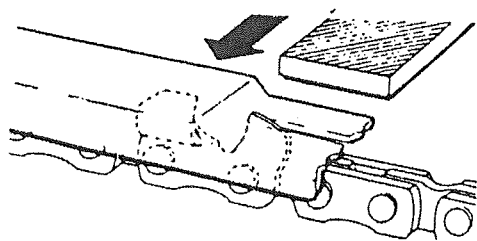

Fig.4-3
- 3) Place depth gauge tool on cutter. If depth gauge projects, file it level with the top of the tool. Always file from the inside of the chain toward an outside cutter. (Fig. 4-3)
- 3) Placer la jauge de contrôle sur le maillon-gouge. Si le limiteur de profondeur dépasse de la jauge, la mettre à niveau par rapport à la partie supérieure de la jauge de contrôle. Toujours limer de l'intérieur de la chaîne vers un maillon-gouge extérieur (Fig. 4-3).
- 3) Collocare il calibro di profondità sulla lama. Se il calibro di profondità sporge, limare a livello con la parte superiore dell'utensile. Limare sempre dall'interno della catena verso l'esterno. (Fig. 4-3)
- 3) Das Tiefenlehrenwerkzeug auf die Schneidzähne legen. Sollten die Tiefenlehren aus dem Werkzeug herausragen, den überstehenden Teil wegfeilen. Dabei von Kettenmitte in Richtung des nach außen versetzten Schneidzahnes feilen. (Fig. 4-3)
Limar siempre desde el interior de la cadena hacia el exterior de la cuchilla. (Fig. 4-3)
- 3) Placera djupmålsverktyget på tanden. Om underställningsmallen sticker ut, skall den filas tills den är i plan med verktygets topp. Fila alltid från kedjans insida mot en utvändigtand. (Fig. 4-3)